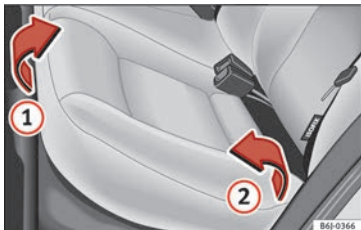
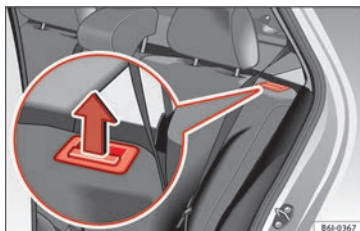

Fig. 101 Sollevamento dell'elemento orizzontale del sedile posteriore.
Fig. 102 Tasto di sblocco dello schienale del sedile posteriore.
- Tirare il bordo anteriore dell'elemento orizzontale del sedile » **fig. 101 ①** verso l'alto in direzione della freccia.
- Sollevare l'elemento orizzontale **②** in avanti in direzione della freccia.
- Tirare il tasto di sbloccaggio » **fig. 102** nella direzione indicata dalla freccia e ribaltare lo schienale in avanti.